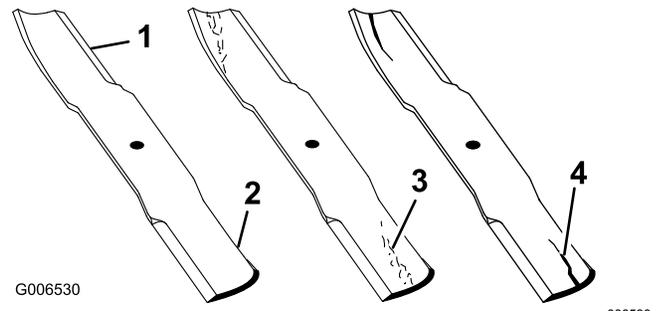

Figure 42
1. Examinez le tranchant des lames (Figure 42). Si les tranchants sont mal affûtés ou présentent des indentations, déposez et affûtez les lames; voir Affûtage des lames.
2. Inspectez les lames, surtout la partie relevée (Figure 42). Remplacez immédiatement toute lame endommagée, usée ou qui présente une entaille (repères 3 et 4 de la Figure 42).